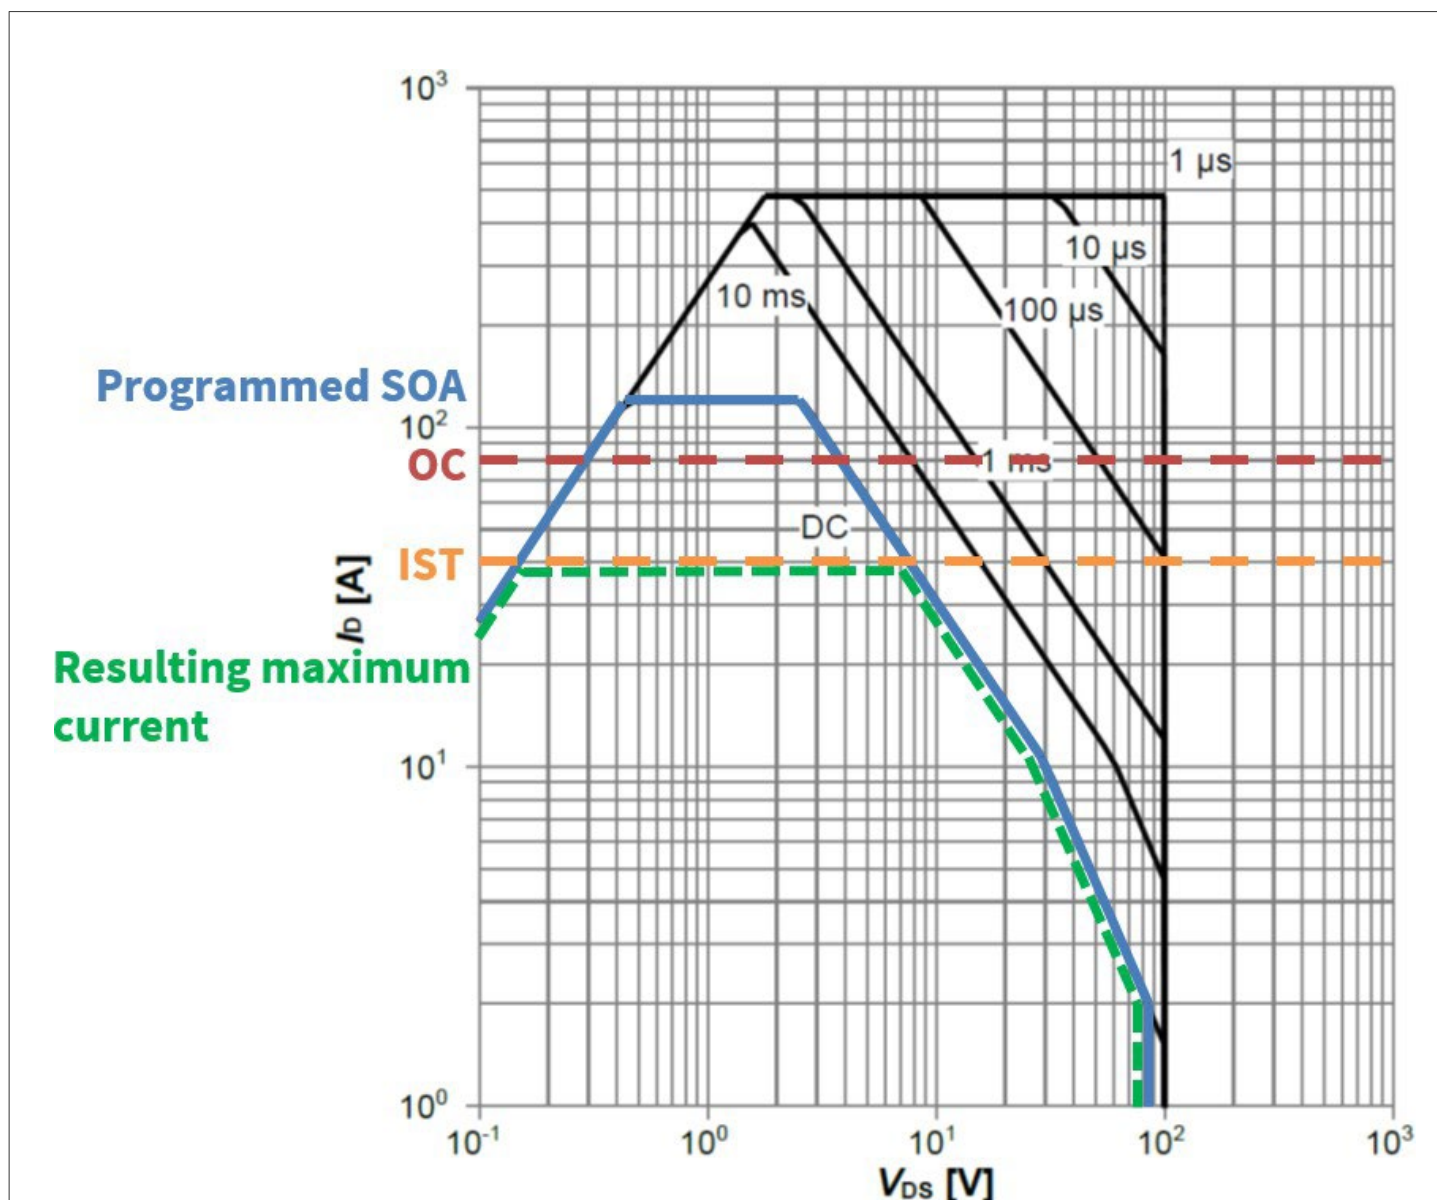

图 6 安全操作区
- XDP710 根据 SOA 允许的最大值调节流过 FET 的电流，开始对输出电容充电。根据图 6、直流线路允许 48 V 时的 $I_{SOA} \cong 4.5$ A。